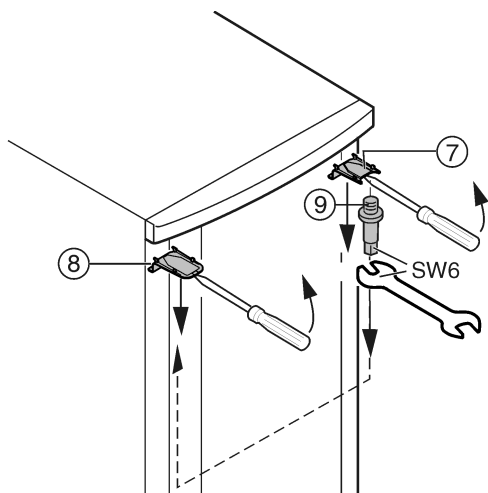

Fig. 7
- ▶ Odstraňte kryt Fig. 7 (7) a kryt Fig. 7 (8) šroubovákem vpředu uvolněte ze západek a odstraňte pohybem šikmo směrem dolů.
- ▶ Vyšroubujte ložiskové čepy Fig. 7 (9) a na protější straně zašroubujte silou (4 Nm).
- ▶ Namontujte opět kryt Fig. 7 (7) na straně ložiskového čepu: vzadu nasad'te, vpředu nechte zaskočit do západek.
- ▶ Namontujte opět kryt Fig. 7 (8) na protější straně: vzadu nasad'te, vpředu nechte zaskočit do západek.
▶ Zavěste dveře nahore do ložiskového čepu Fig. 7 (9).